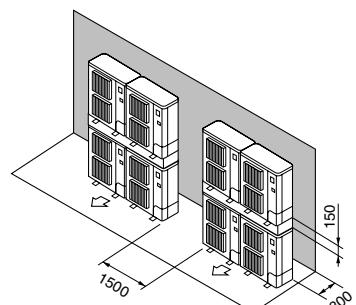

Fig. 2-14
⑧ İstifli ünite düzeni (Fig. 2-14)
⑦ İstifli ünite düzeni (Fig. 2-14)